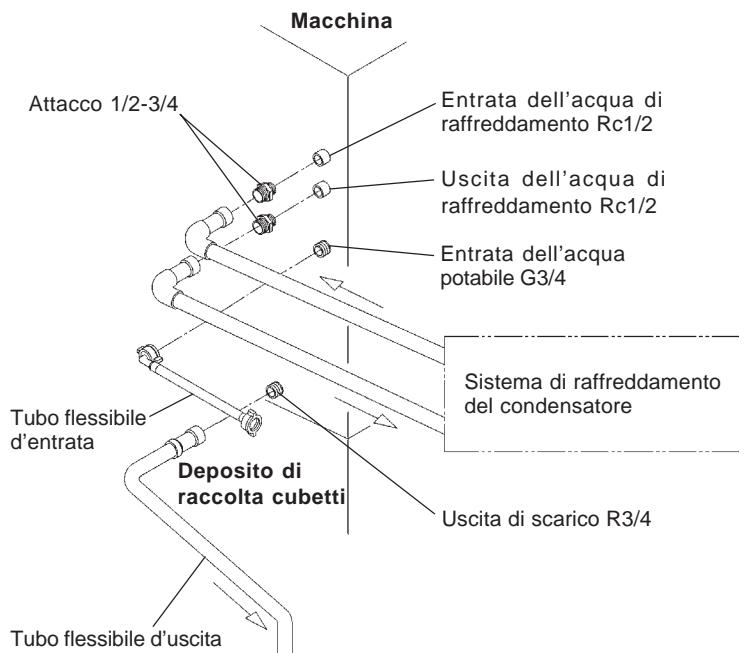

Fig. 9
[a] Collegamenti standard in conformità alle norme WRC in Gran Bretagna (Fig. 9 e 10)
3) Collegare il tubo di uscita (flessibile grigio, accessorio) al raccordo R3/4, situato sul retro della macchina, come indicato (Fig. 9), verificando che la rondella in gomma sia posizionata in modo corretto
- 5) Collegare il sistema di raffreddamento del condensatore alle parti disponibili degli attacchi 1/2-3/4, come indicato (Fig. 9) utilizzando un tubo di tipo rigido adatto. Per ottenere un accoppiamento a tenuta, utilizzare gli appositi ermetici e/o il nastro P.T.F.E.